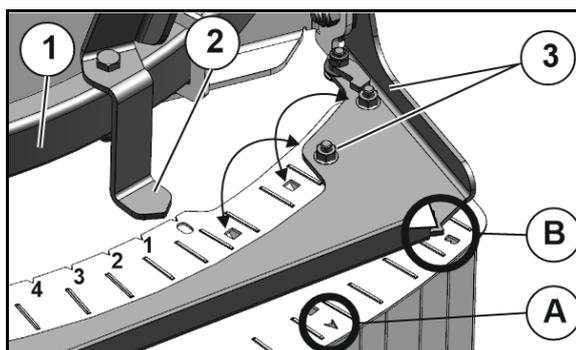

Fig. 64
2. Spostare il blocco a lamelle sulla staffa di guida (Fig. 64/1) fino a quando l'indicatore (Fig. 64/2) non si trova sul valore da impostare secondo la tabella di spargimento.